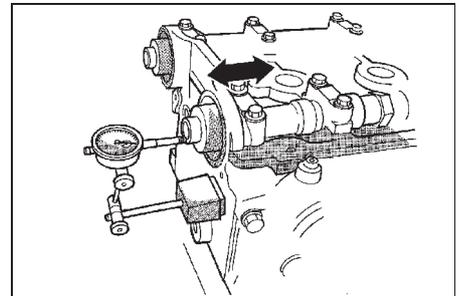

Рис. 67. Измерение осевого зазора распределительного вала.
- (2) Протолкните распределительный вал назад до упора.
- (3) Установите циферблатный индикатор, как показано на рис. 67. Обнулите индикатор.
- (4) Протолкните распределительный вал вперед до упора.
- (5) Запишите показания индикатора. Сравните с данными спецификации.
- (6) Если осевой зазор чрезмерен, проверьте головку блока цилиндров и распределительный вал на износ; замените изношенные детали.